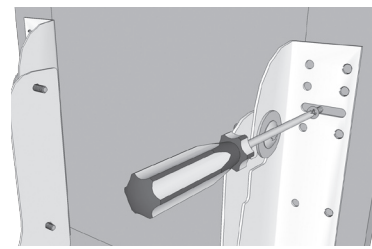

fig. 6
**Paso 8:** Retire los soportes de puerta de las placas del producto y atornillelos en el interior de la puerta del armario con tornillos de cabeza plana núm. 6 x 1/2 pulg. **Nota:** Coloque los soportes de puerta sobre las líneas verticales y horizontales que ha dibujado en los pasos 2 y 3 para alinearlos. **(Ver la ilustración 6)**